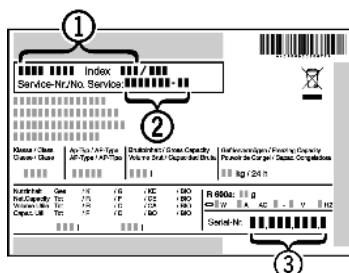

Fig. 7
► Наименование устройства Fig. 7 (1), сервисный № Fig. 7 (2) и серийный № Fig. 7 (3) считайте с заводской таблички. Заводская табличка находится внутри устройства слева.
- Обратитесь в сервисную службу и сообщите вид неисправности, наименование устройства Fig. 7 (1), сервисный № Fig. 7 (2) и серийный № Fig. 7 (3).